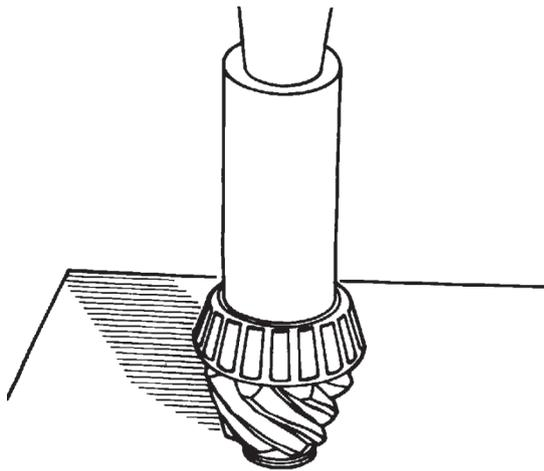

Figura 49
- B. Monte o novo cone do rolamento traseiro, utilizando ferramentas adequadas ou uma prensa (Figura 49);